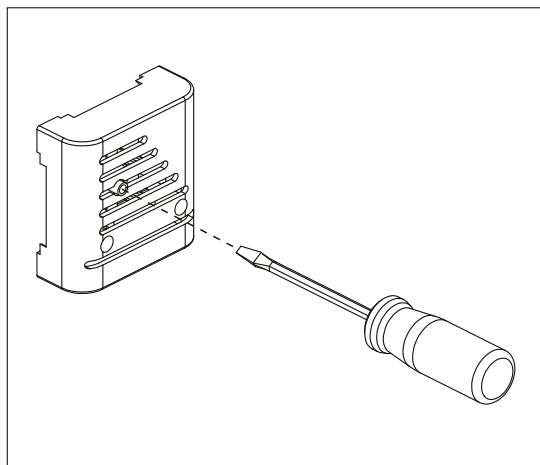

Bild 16. Återaktivering av överhettningsskyddet
- Bastuaggregatets överhettningsskydd har löst ut: **orsaken till att överhettningsskyddet har utlösts måste utredas!** Överhettningsskyddet kan återaktiveras genom att klicka på temperatursensorn (bild 16).